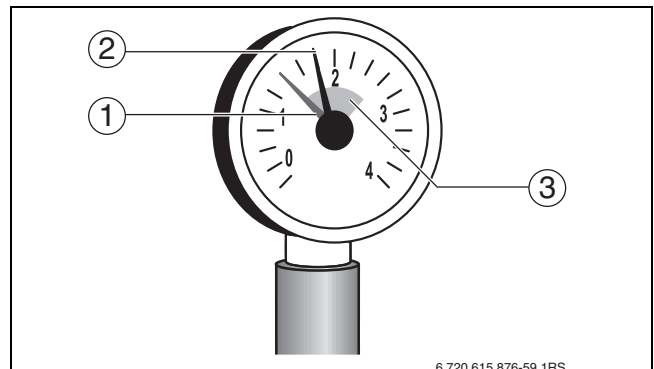

Рис. 7 Манометр для закрытых установок
- ▶ Осторожно откройте водопроводный кран и медленно заполните отопительную систему. При этом наблюдайте за показаниями манометра (→ рис. 7, стр. 8).